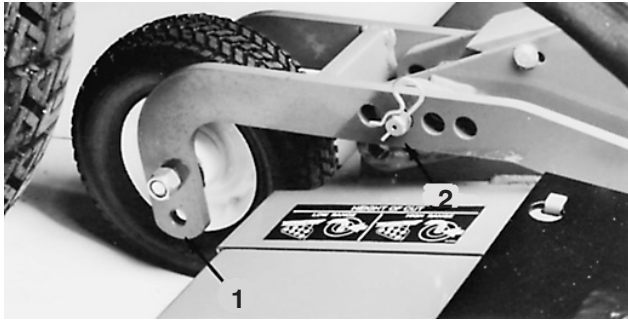

Bild 72
1. Stellen Sie das Mähwerk auf die höchste Schnitthöhe ein. Setzen Sie die Laufradachsen in die unteren Laufradgabelöcher (Bild 72 und 73). Wenn Sie das vordere Mähwerk prüfen, setzen Sie die Splints der beiden hinteren Laufräder auf die höchste Schnitthöheinstellung (Bild 72). Verlagern Sie an den vorderen Laufrädern alle Laufraddistanzstücke zur Unterseite der Laufradarme (Bild 72). Wenn Sie die Flügelmäherwerke prüfen, verlagern Sie alle Distanzstücke der Laufradwelle zur Unterseite der Laufradarme und setzen Sie die Laufradachsen in die unteren Laufradgabelöcher.